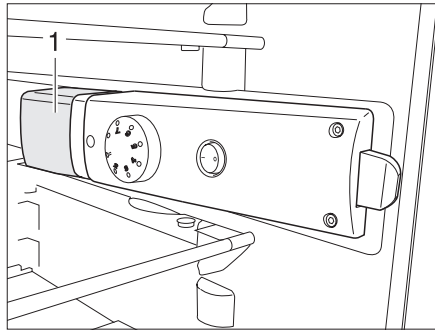

Fig. 112 Lámpara de frigorífico
- ▶ Agarrar atrás abajo la tapa de la lámpara (Fig. 112,1) y levantarla aprox. 3 mm.